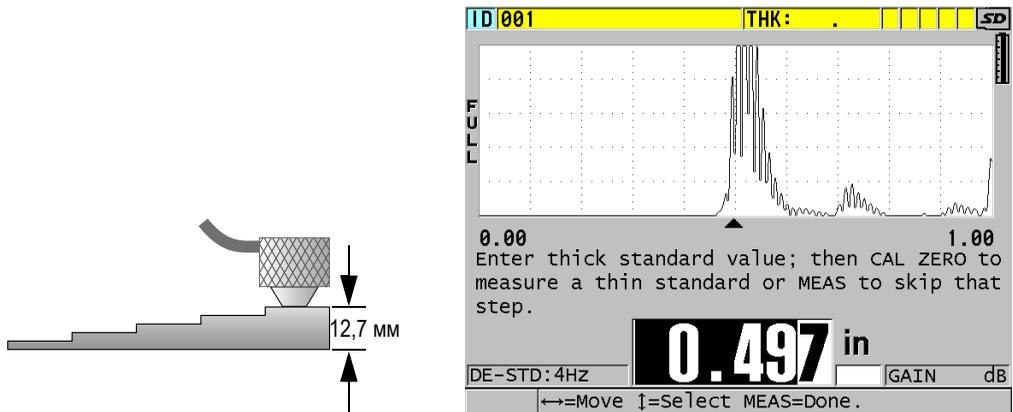

Рис. 5-4 Калибровка скорости звука на толстой части 5-ступенчатого тестового образца
1. Калибровка скорости звука в материале (см. Рис. 5-4 на стр. 76):